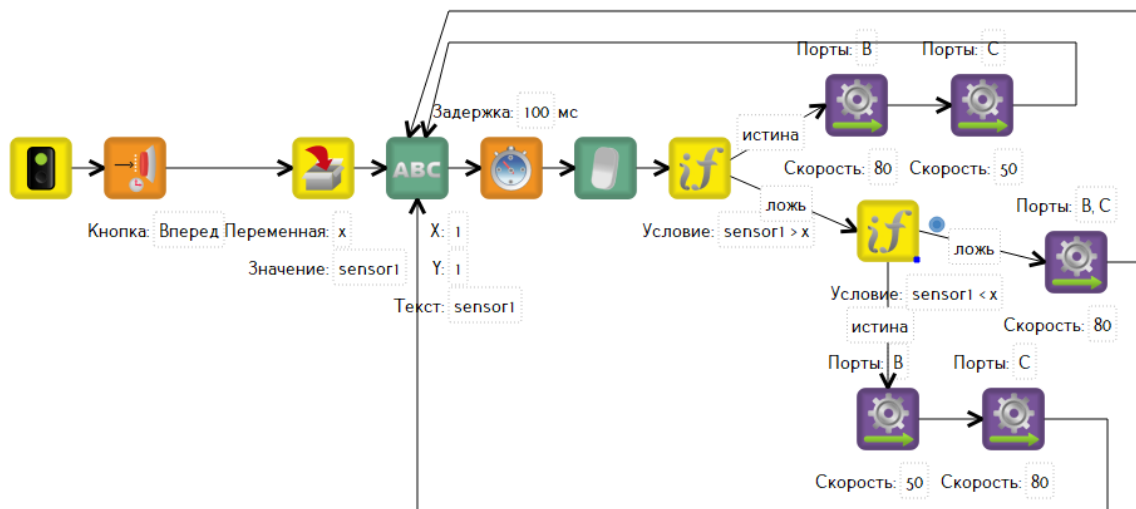

Рис. 2. Программа движения робота вдоль стены, использующая структуру ветвления
3. В разделе «Редактор» напишем первый алгоритм передвижения робота, основываясь на использование структуры «условия» (рис.2):